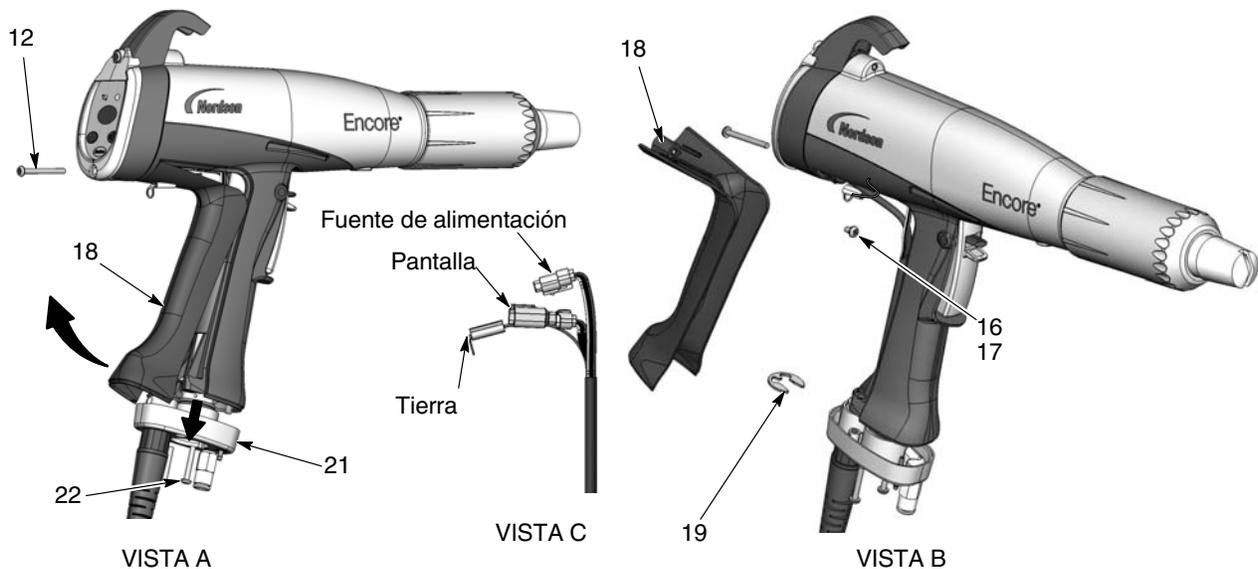

Figura 6-7 Sustitución de cables
2. Ver la figura 6-7, vista A. Soltar los dos tornillos M3 x 20 (22) que fijan la base de la manivela (21) a la manivela.
3. Extraer el tornillo M3 x 35 inferior (12) del módulo de visualización.
4. Sacar la base de la empuñadura lo suficiente como para liberar el lateral inferior del acolchado (18) de la base.
6. Ver la figura 6-7, vista B. Extraer el tornillo M3 x 8, las arandelas de bloqueo (16, 17), y el terminal de tierra del acolchado.
7. Extraer el anillo de retención (19) del cable.
8. Ver la figura 6-7, vista C. Sacar los conectores de cables de la empuñadura. Insertar un destornillador plano en la ranura del suministro de tensión y visualizar los conectores para soltar el soporte y desconectarlos.
1. Ver la figura 6-7. Introducir un cable nuevo a través de la base de la empuñadura, posteriormente instalar el anillo de retención (19) en el cable para mantenerlo en su sitio.